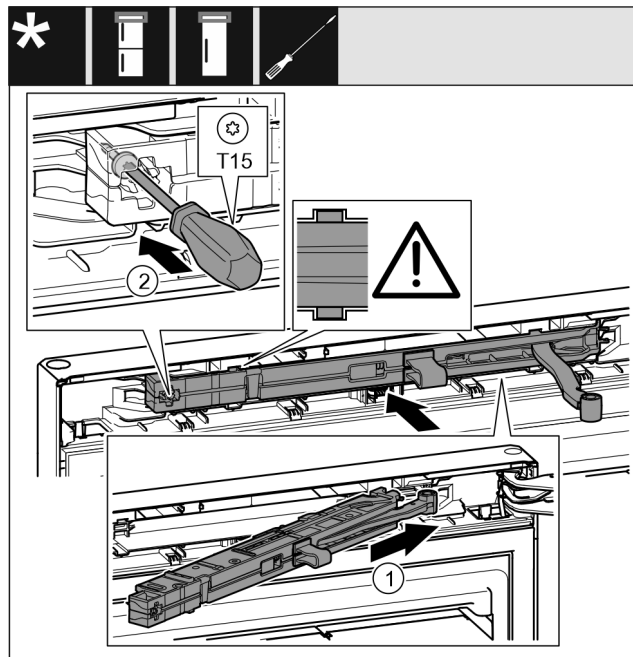

Fig. 29
- ▶ Jednotku tlumiče zavírání Fig. 29 (1) na straně stojanu ložiska zasuňte až na doraz šikmo do vybrání.
- ▶ Šroubovákem šroub Fig. 29 (2) pevně utáhněte.